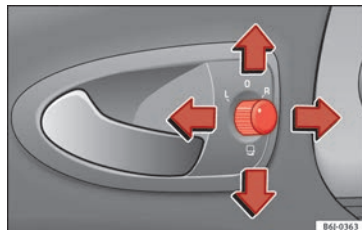

Fig. 97 Mando de los retrovisores exteriores.
1. En primer lugar, gire el mando » **fig. 97** hasta la posición **L (retrovisor izquierdo)**.
- Gire el mando » » » **fig. 97** hasta la posición para plegar los retrovisores exteriores. Para evitar daños en el vehículo, debería plegar los retrovisores exteriores siempre que utilice un túnel de lavado automático.